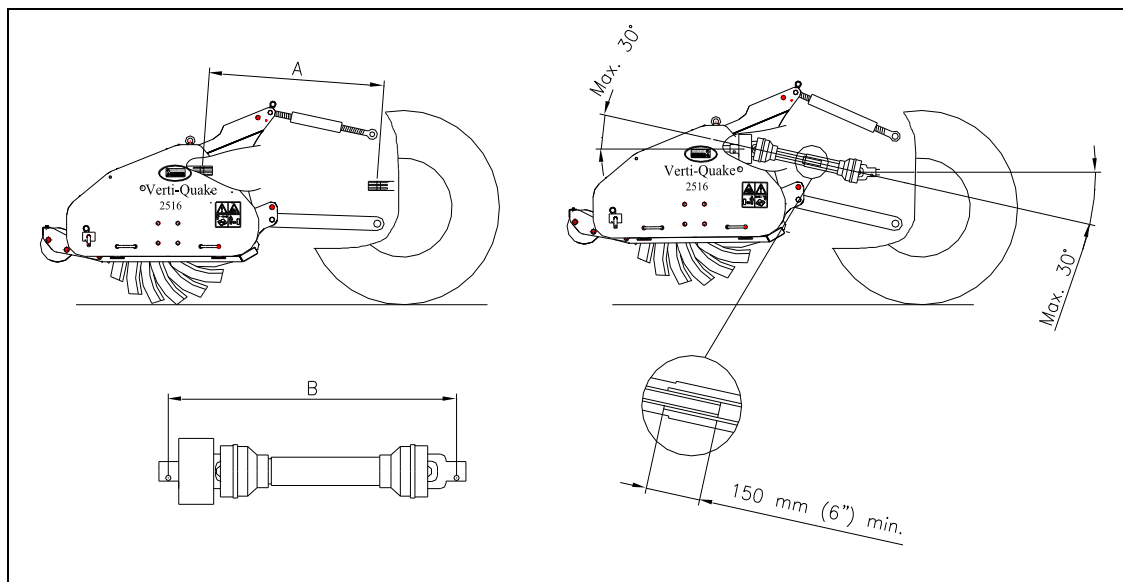

Fig. 9
4.1 KRAFTUTTAGEETS LÄNGD (fig. 9)